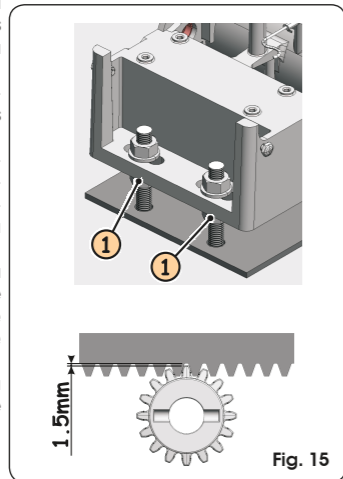

Fig. 15
- Finalizada la instalación de la cremallera, para garantizar un correcto engranaje con el piñón es oportuno bajar unos 1,5 mm (Fig. 15) la posición del motorreductor.